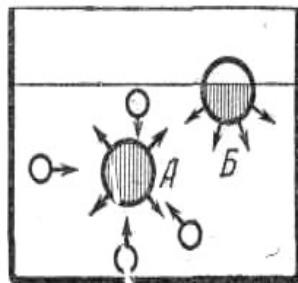

Рис. 5. Схема межмолекулярных притяжений
*Принцип метода.* Падающая капля жидкости имеет форму, при которой ее поверхность бывает наименьшей (шар). На поверхности жидкости имеется что-то вроде пленки, которая стремится ее сжать. Появление такого слоя (пленки) на поверхности жидкости объясняется следующим образом. Пусть внутри жидкости содержится молекула А (рис. 5). Опишем вокруг нее сферу радиусом, равным расстоянию, на котором заметны силы взаимного притяжения этой молекулы с окружающими ее молекулами жидкости. Вследствие того, что эти равные силы действуют по всем направлениям симметрично, равнодействующая им сила равна нулю.